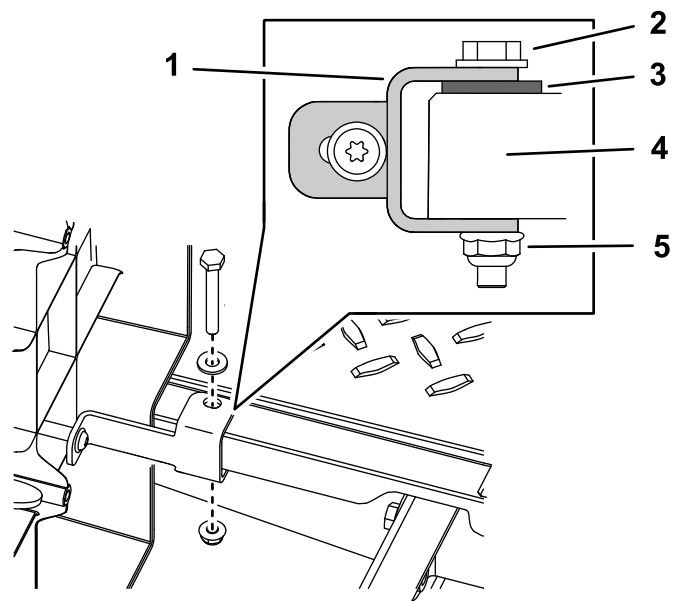

Figure 6
- Utilisez le boulon, la rondelle et l'écrou que vous avez retirés du panneau de plancher et utilisez-les pour monter la rondelle du kit entre l'étrier de fixation et le panneau de plancher (Figure 6). Répétez la procédure pour l'étrier de fixation gauche du panneau de plancher.
1. Faites passer le faisceau de câblage derrière la cabine et sous le siège, puis fixez le clip du faisceau de câblage au panneau latéral (Figure 6).